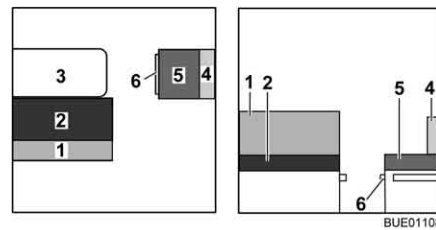
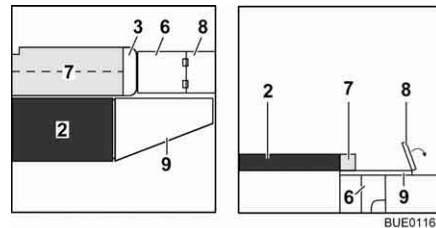

Fig. 134 Antes de la transformación
Fig. 135 Durante la transformación
- Transformar la mesa (Fig. 134,3) en base de cama (véase apartado 6.11).
- Quitar el cojín del respaldo (Fig. 134,1) y ponerlo a un lado.
- ▷ Según el modelo, podrá utilizarse el cojín del respaldo (Fig. 134,1) en lugar del cojín adicional (Fig. 135,7).
- Quitar el cojín del respaldo (Fig. 134,4) y el cojín del asiento (Fig. 134,5) y ponerlos a un lado.
- Extraer la prolongación del armazón de cama (Fig. 135,6).
- Plegar la prolongación del tablero (Fig. 135,8) hacia fuera.
- Desplegar el cojín adicional (Fig. 135,7) y colocarlo en la mesa.
- Enganchar el ensanchamiento de cama (Fig. 135,9) en los alojamientos en los baúles-banco.